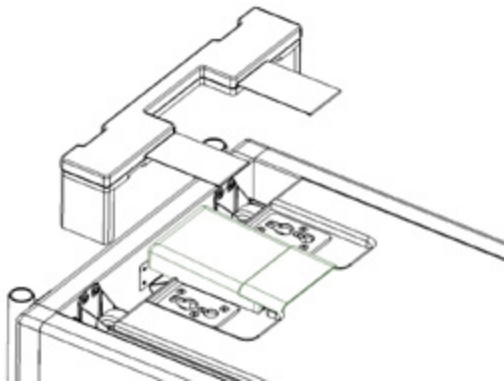

Figura 20
3. Deslizar el carro hasta el extremo del bastidor. Una vez que está junto al extremo del bastidor, colocar la cubierta de las ruedas ubicadas entre el bastidor y el carro. Esto hace de tope para el carro y tapa las ruedas. Ver la Figura 20. Una vez que se retiran las hombreras, las solapas van situadas sobre las bases de las mismas.